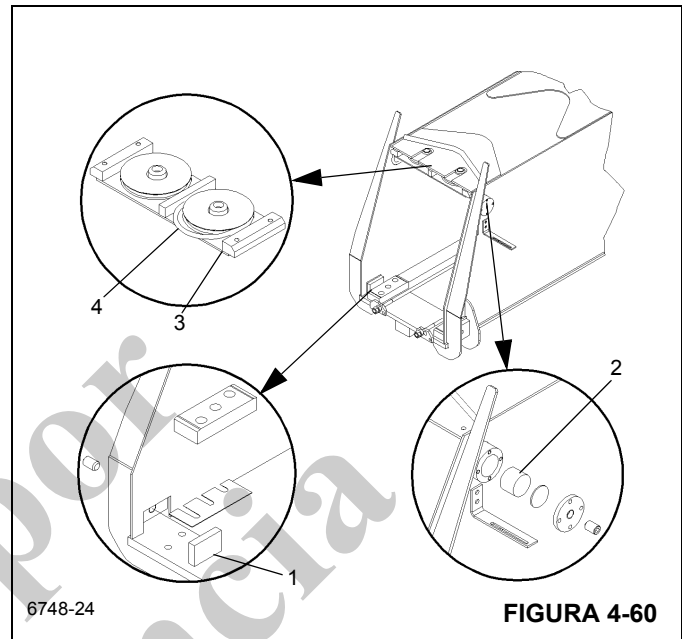

FIGURA 4-60
1. Inserte las almohadillas de desgaste ajustables de latón (Figura 4-60, 1) y las almohadillas de desgaste
superiores (Figura 4-60, 2). No instale las almohadillas de desgaste inferiores por el momento.
3. Arme la polea de cables sincronizadores centrales (Figura 4-60, 3) y colóquela encima de la sección central exterior, aproximadamente en el punto donde se instalará.
- a. Coloque los cables sincronizadores centrales (Figura 4-60, 4) alrededor de las poleas.